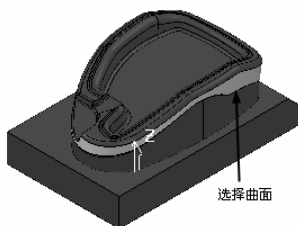
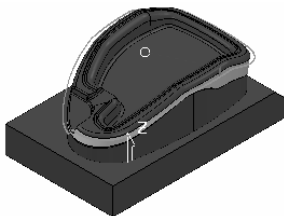

图 2-342 选择曲面
图 2-343 生成的刀具路径
4) 在图形区选择图 2-342 所示的曲面, 然后在“SWARF 精加工”对话框中单击“应用”按钮和“接受”按钮, 确定参数并退出对话框, 生成的刀具路径如图 2-343 所示。